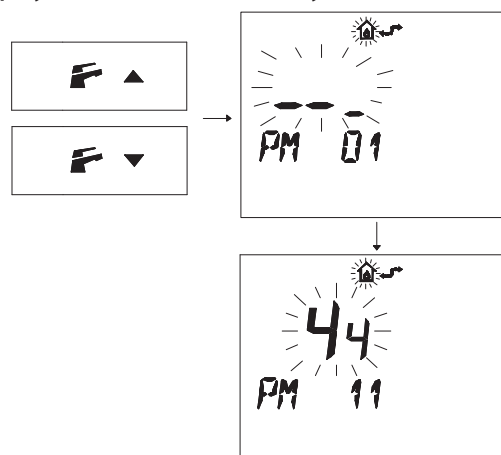

Рисунок 5.41
- Нажмите кнопку **F** **▼** или **F** **▲**, чтобы вывести на дисплей параметр "PM11" постциркуляции насоса (Рисунок 5.41).